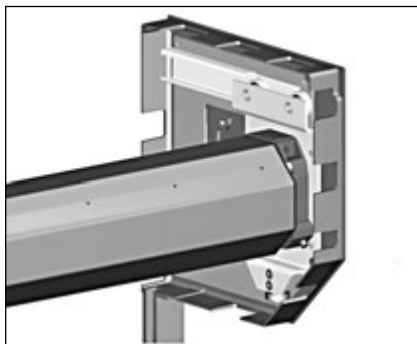

Рис.2.4
- установить подвижную пластину (с прикрепленными на ней приводом и валом) подшипниками в направляющую неподвижной опорной пластины (рис.2.4);